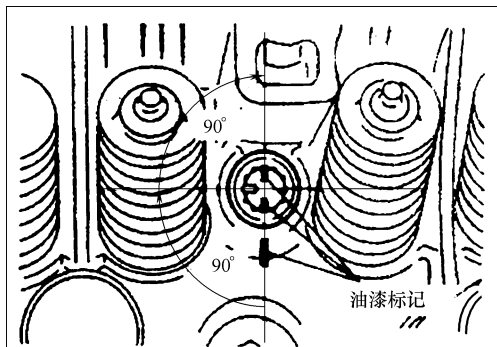

图 2-76 螺栓拧紧角度
④ 完全拧松所有螺栓。
⑤ 再度按照拧紧顺序,用 $20\text{N} \cdot \text{m}$ 的力矩拧紧螺栓。
⑥ 在气缸盖螺栓头部和气缸盖上,用油漆作直线标记。
⑦ 如图 2-76 所示,按照拧紧顺序将气缸盖螺栓拧紧 90° 。
⑧ 进一步将螺栓拧紧 90° ,确认气缸盖螺栓头部的油漆标记与气缸盖上的油漆标志成一直线。